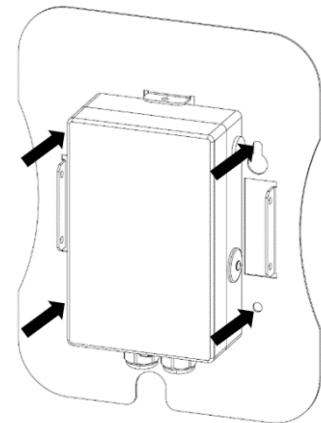

Abbildung 2 Grafik Anschraubplatte mit Bohrlöchern
4. Anschraubplatte (Abb. 2) der Wallbox in die zwei Befestigungsschrauben einhängen (Langlöcher).